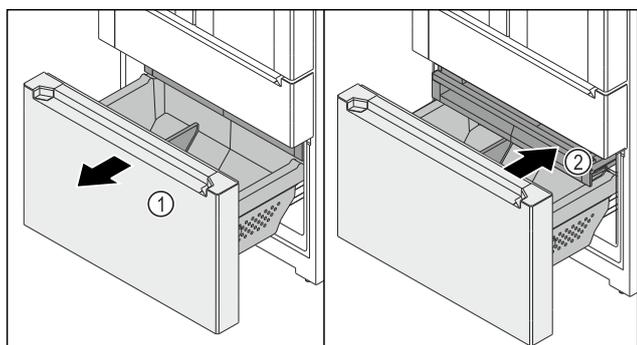

Fig. 148
- ▶ Sortir le chariot à glissière Fig. 148 (1) jusqu'en butée.
- ▶ Le tiroir Fig. 148 (2) sort automatiquement.
- ▶ Pousser le tiroir Fig. 148 (2).